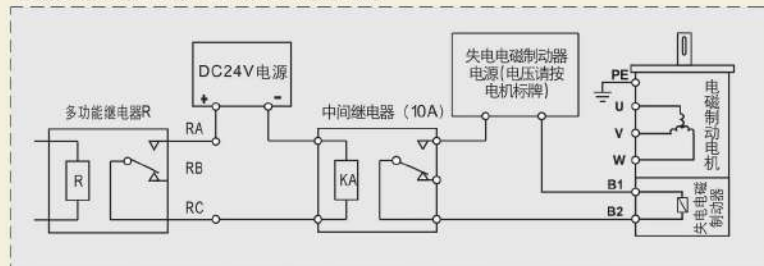

图 7
4. 电磁制动频率到达	连锁控制电磁制动电机的制动器, 保证同步运行, 详见 P-48 接线图中图7。